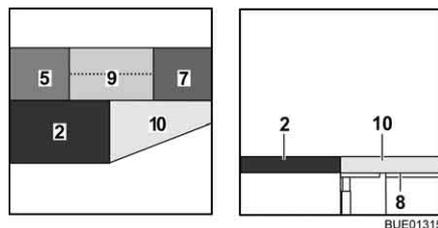

Fig. 135 Après la transformation
- Relever le coussin supplémentaire (Fig. 135,9) et le placer sur la table.
- Placer le coussin supplémentaire (Fig. 135,10) sur la rallonge latérale de lit.